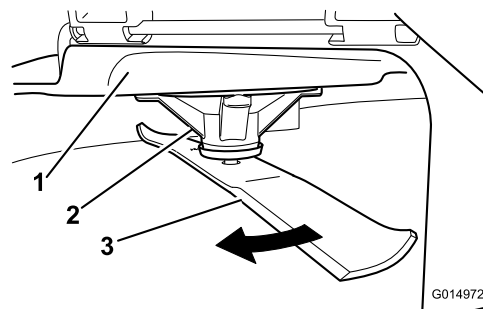

Figura 105
2. Llevando guantes fuertemente acolchados u otro tipo de protección apropiada para las manos, gire la cuchilla lentamente hasta una posición que permita medir la distancia entre el filo de corte y la superficie nivelada en la que descansa la máquina (Figura 105).